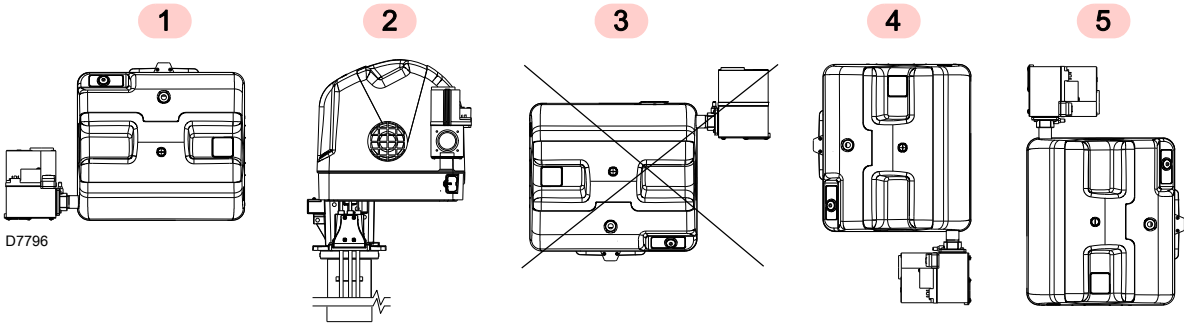

图 11
- 燃烧器设计为仅能安装在位置 1, 2, 4 和 5 (图 11)。
- 所有位置均要求安装燃气阀, 线圈朝上或垂直 (图 11)。